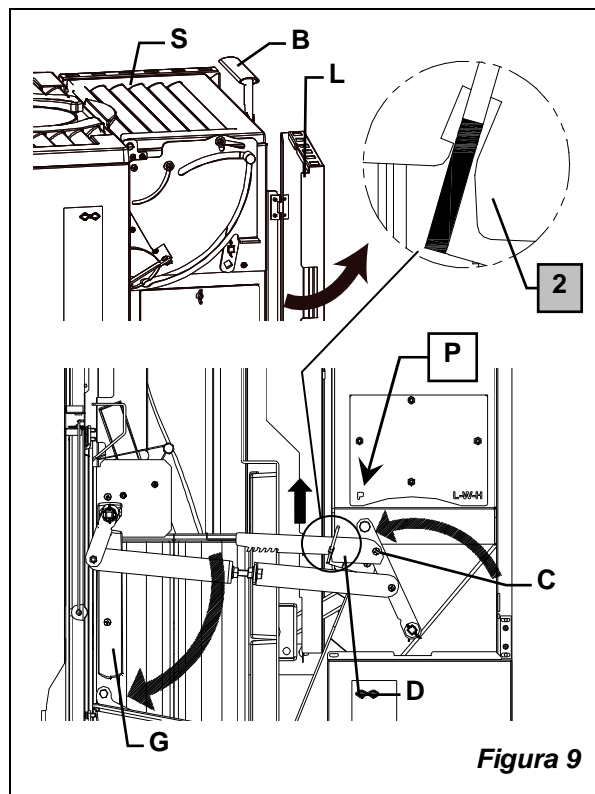

Figura 9
- 1) Aprire lo sportello laterale di accesso agli organi meccanici (**L** Figura 9); se la leva (**C**) è già nella posizione **P** (PELLET) andare al punto 3);
- 2) con l'utilizzo dell'attizzatore nella posizione **D**, alzare il chiavistello e sbloccare la leva (**C**), spingerla verso la parte **anteriore** della stufa nella posizione contrassegnata con la lettera **P** e bloccarla con il chiavistello (**D**) nella posizione **2** indicata in Figura 9; **griglia in ghisa (G) in posizione verticale**;